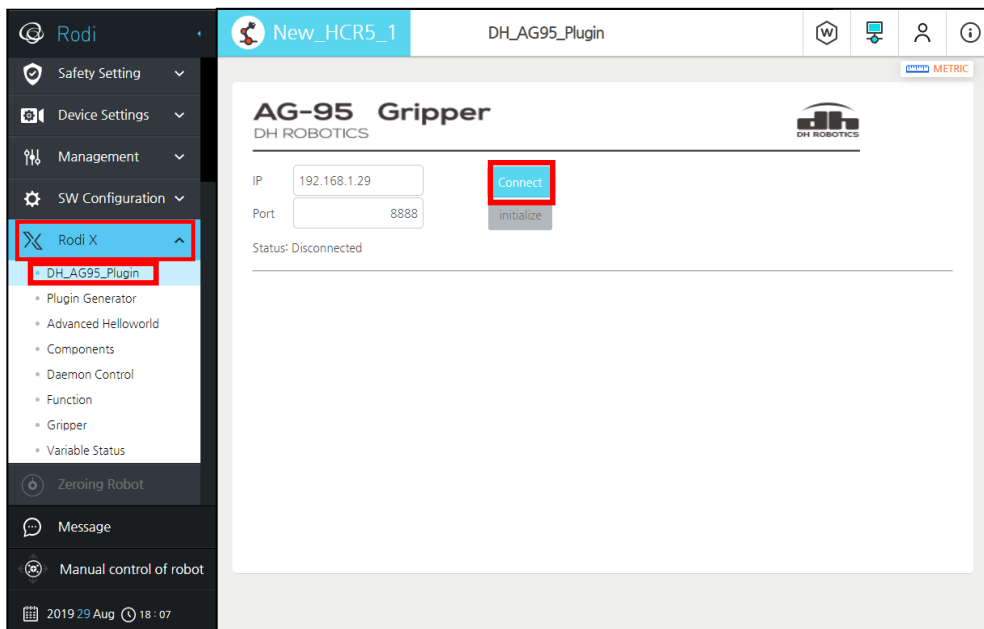

图 5.37 进行夹爪连接
2. 点击 **Connect** 按钮，进行 AG-95 夹爪连接，如图 5.37 所示。当您成功连接夹爪后，Status 会变为 **Connected** 状态。